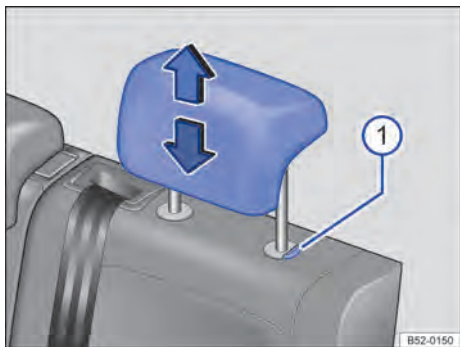

Fig. 68 Apoio para cabeça traseiros: ajustar.
- Deslocar o apoio para cabeça para cima ou para baixo na direção da seta com o botão → Fig. 68 ① pressionado → ⚠ em *Introdução ao tema* na página 85.